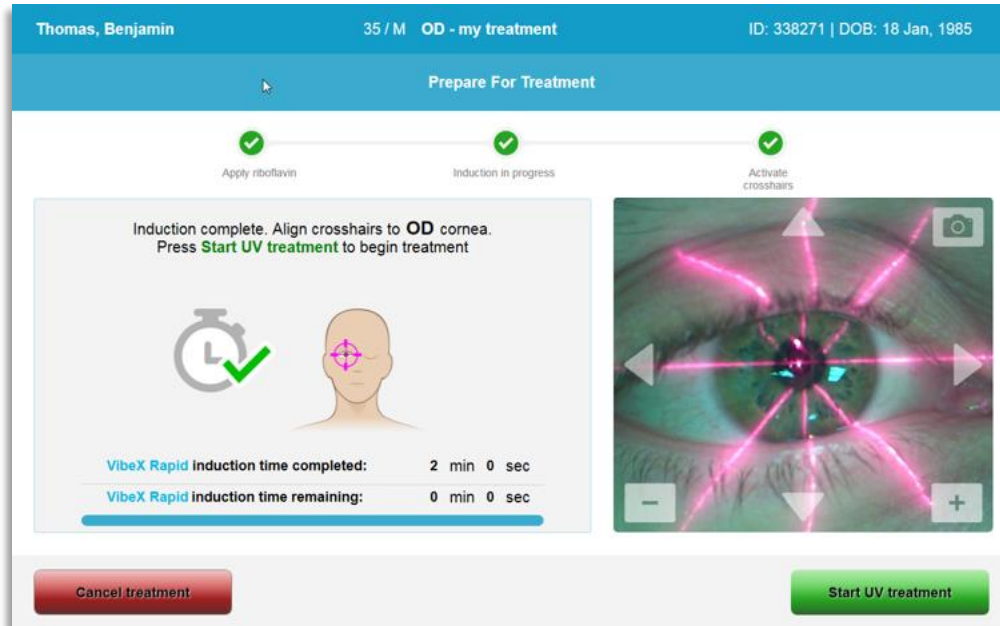

Figure 3-25. Démarrer le traitement UV
- Lorsque l'application de riboflavine, l'induction, et l'alignement des mire sont terminés, lancer le traitement en appuyant sur le bouton « Start UV treatment » (Démarrer le traitement UV), comme illustré à la figure 3-25.